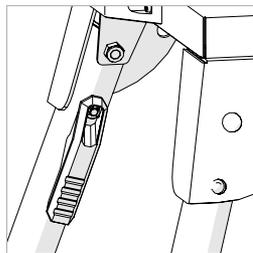

Fig. 1
- Schiacciare la leva di blocco/sblocco (**Fig.1**) verso la gamba per liberarla dalla posizione di chiusura.
- Ripetere fino al dispiegamento delle (4) gambe.